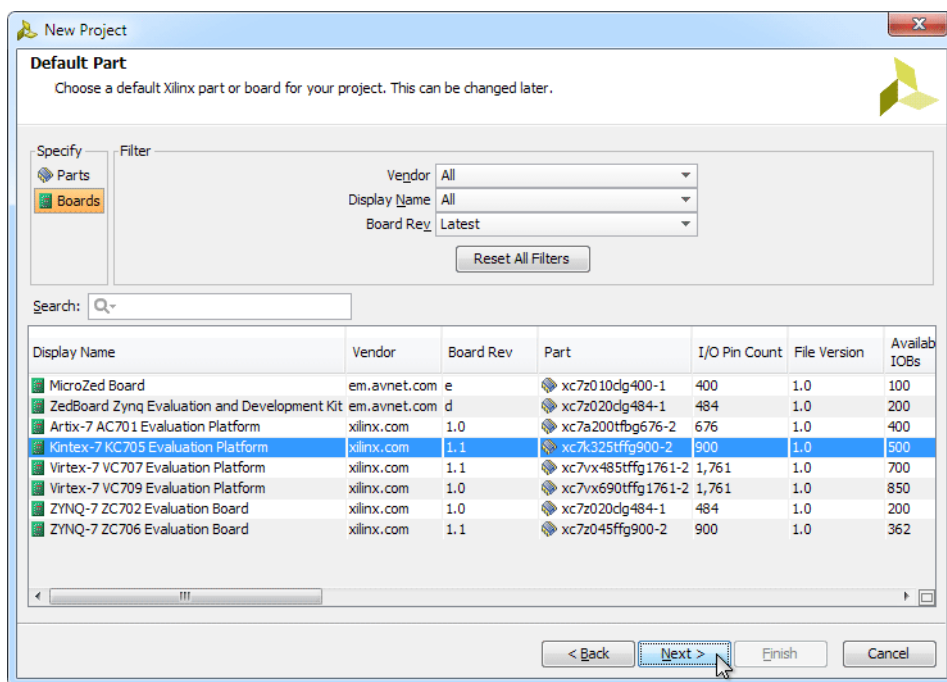

図 5 : [New Project] の [Default Part] ページ
5. [xc7k325tffg900-2] をクリックするか、または [Boards] をクリックして [Kintex-7 KC705 Evaluation Platform] をクリックします (図 5)。